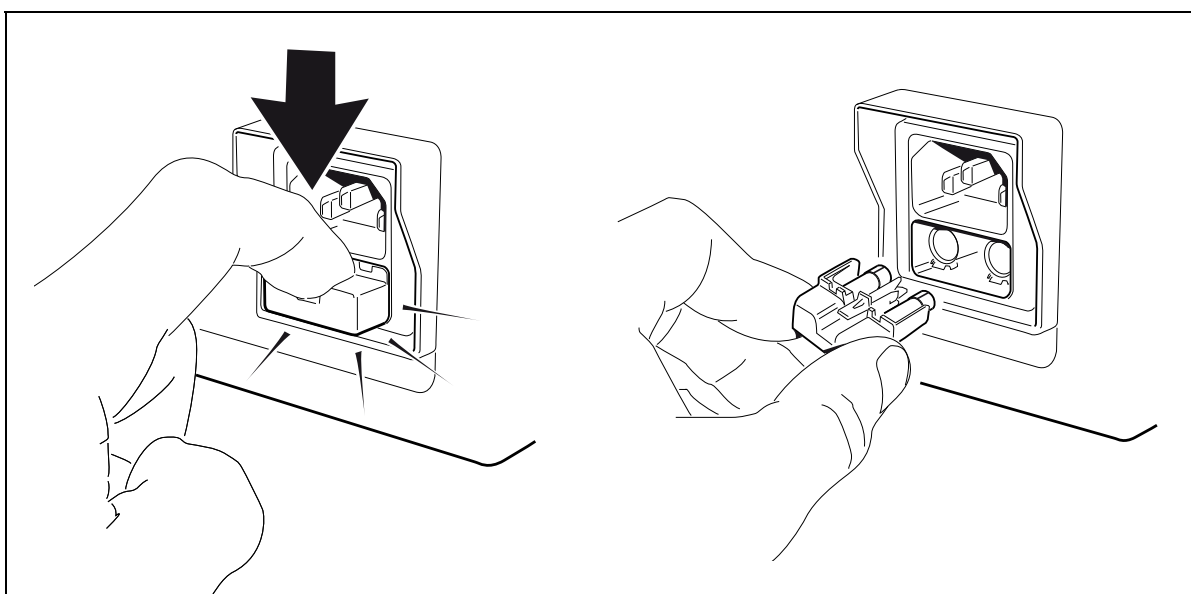

Рис. 7.1.
2. Сверяясь с Рис. 7.1., нажмите на язычок, чтобы открыть отсек для предохранителей, вытяните отсек и замените оба предохранителя.